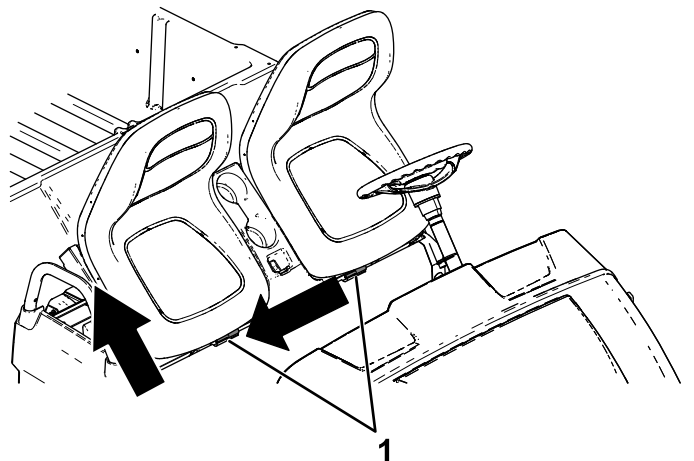

Figure 26
2. Faites coulisser l'ensemble sièges sur le côté pour le dégager des goupilles, et soulevez-le (Figure 26).